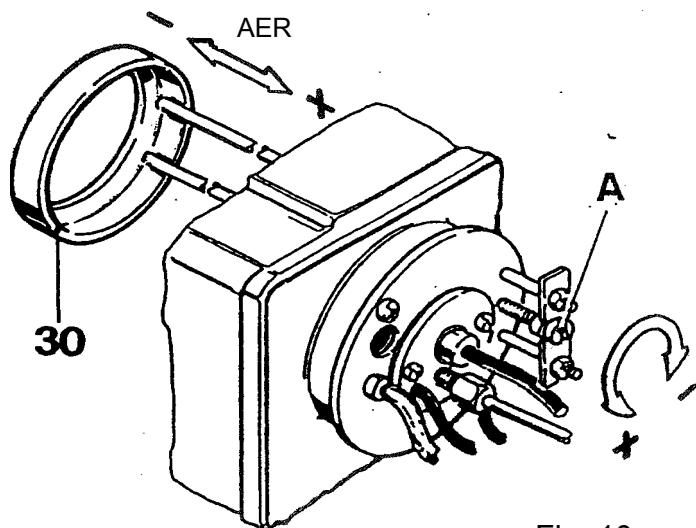

Fig. 10
- O imbunatatire a arderii, la fumctionarea fie cu motorina fie cu gaze, se poate obtine prin deplasarea longitudinala a inelului de presurizare (30), actionand asupra surubului de reglare (A) fig.10. Rotirea surubului in sens orar duce la inaintarea inelului cu consecinta reducerii aerului de ardere si invers, rotindu-l in sens antiorar se va produce o mareare a cantitatii de aer.